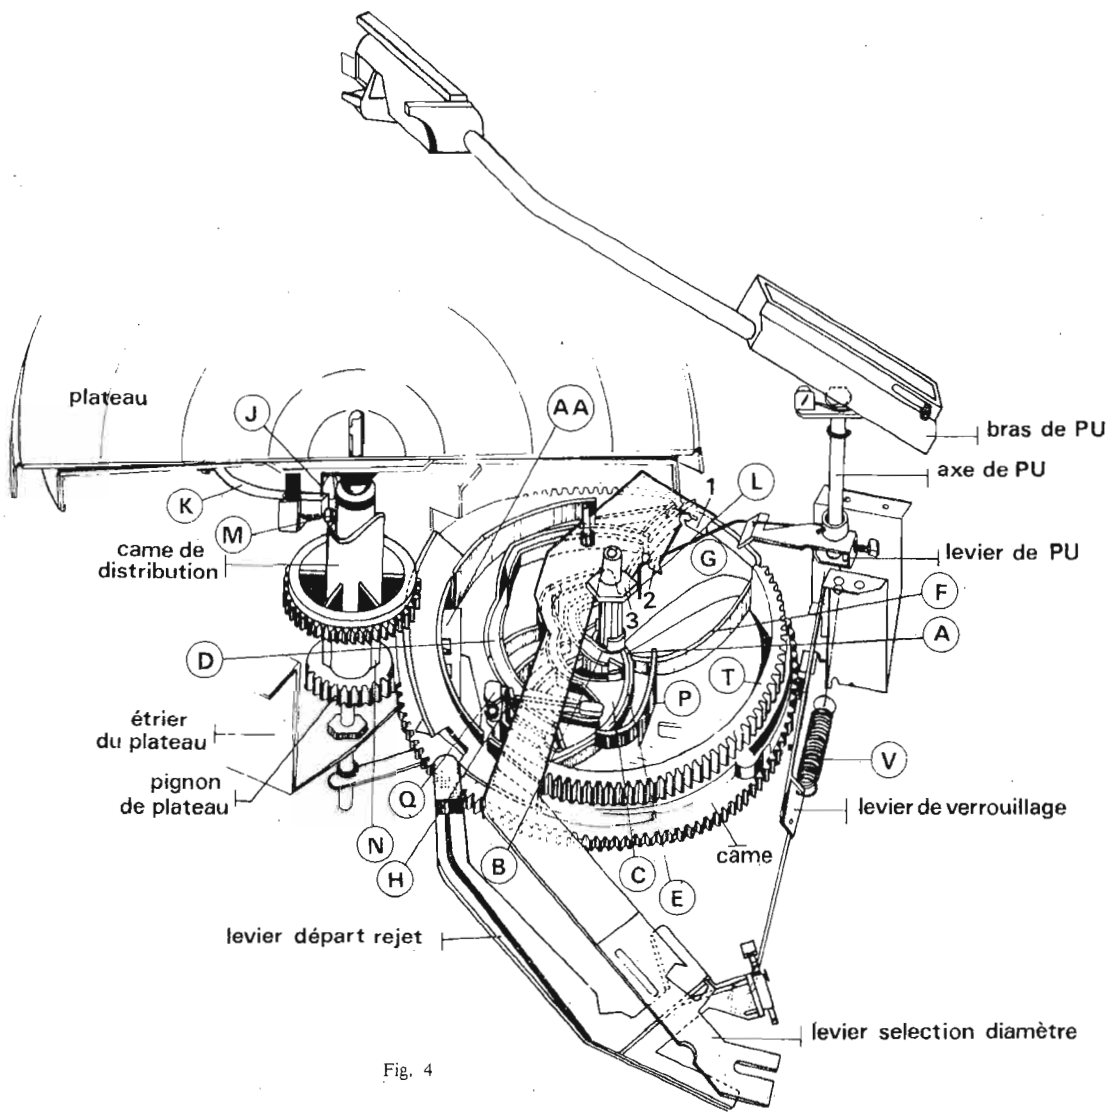

Fig. 4
2^e temps. — En tirant la touche « départ-rejet », le ressort (R) situé à l'extrémité du levier « départ-rejet » vient armer les pièces d'arrêt automatique (AA), le plateau tournant, l'ergot (N) du pignon de plateau vient entraîner ces pièces et la came avec elles (voir Fig. 4).